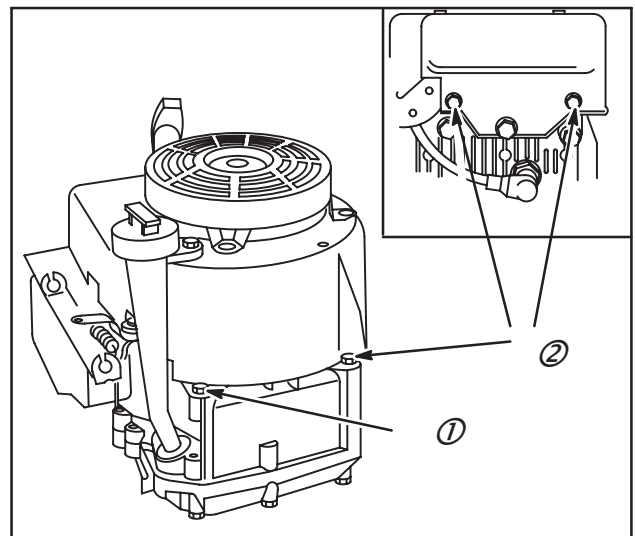

Fig. 47
2. Placer le carter de ventilation sur le trou en retrait du bloc moteur, Fig. 47.
3. Serrer d'abord cette vis (1) puis seulement les trois autres (2). Poser la jauge à huile et son tube.